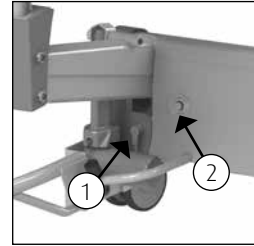

Abbildung 19 Notabsenkknopf.
- Entfernen Sie den Stecker von der Handbedienung (1) (Siehe Abbildung 19).
- Drücken Sie den Notabsenkknopf ein (2) (Siehe Abbildung 19).